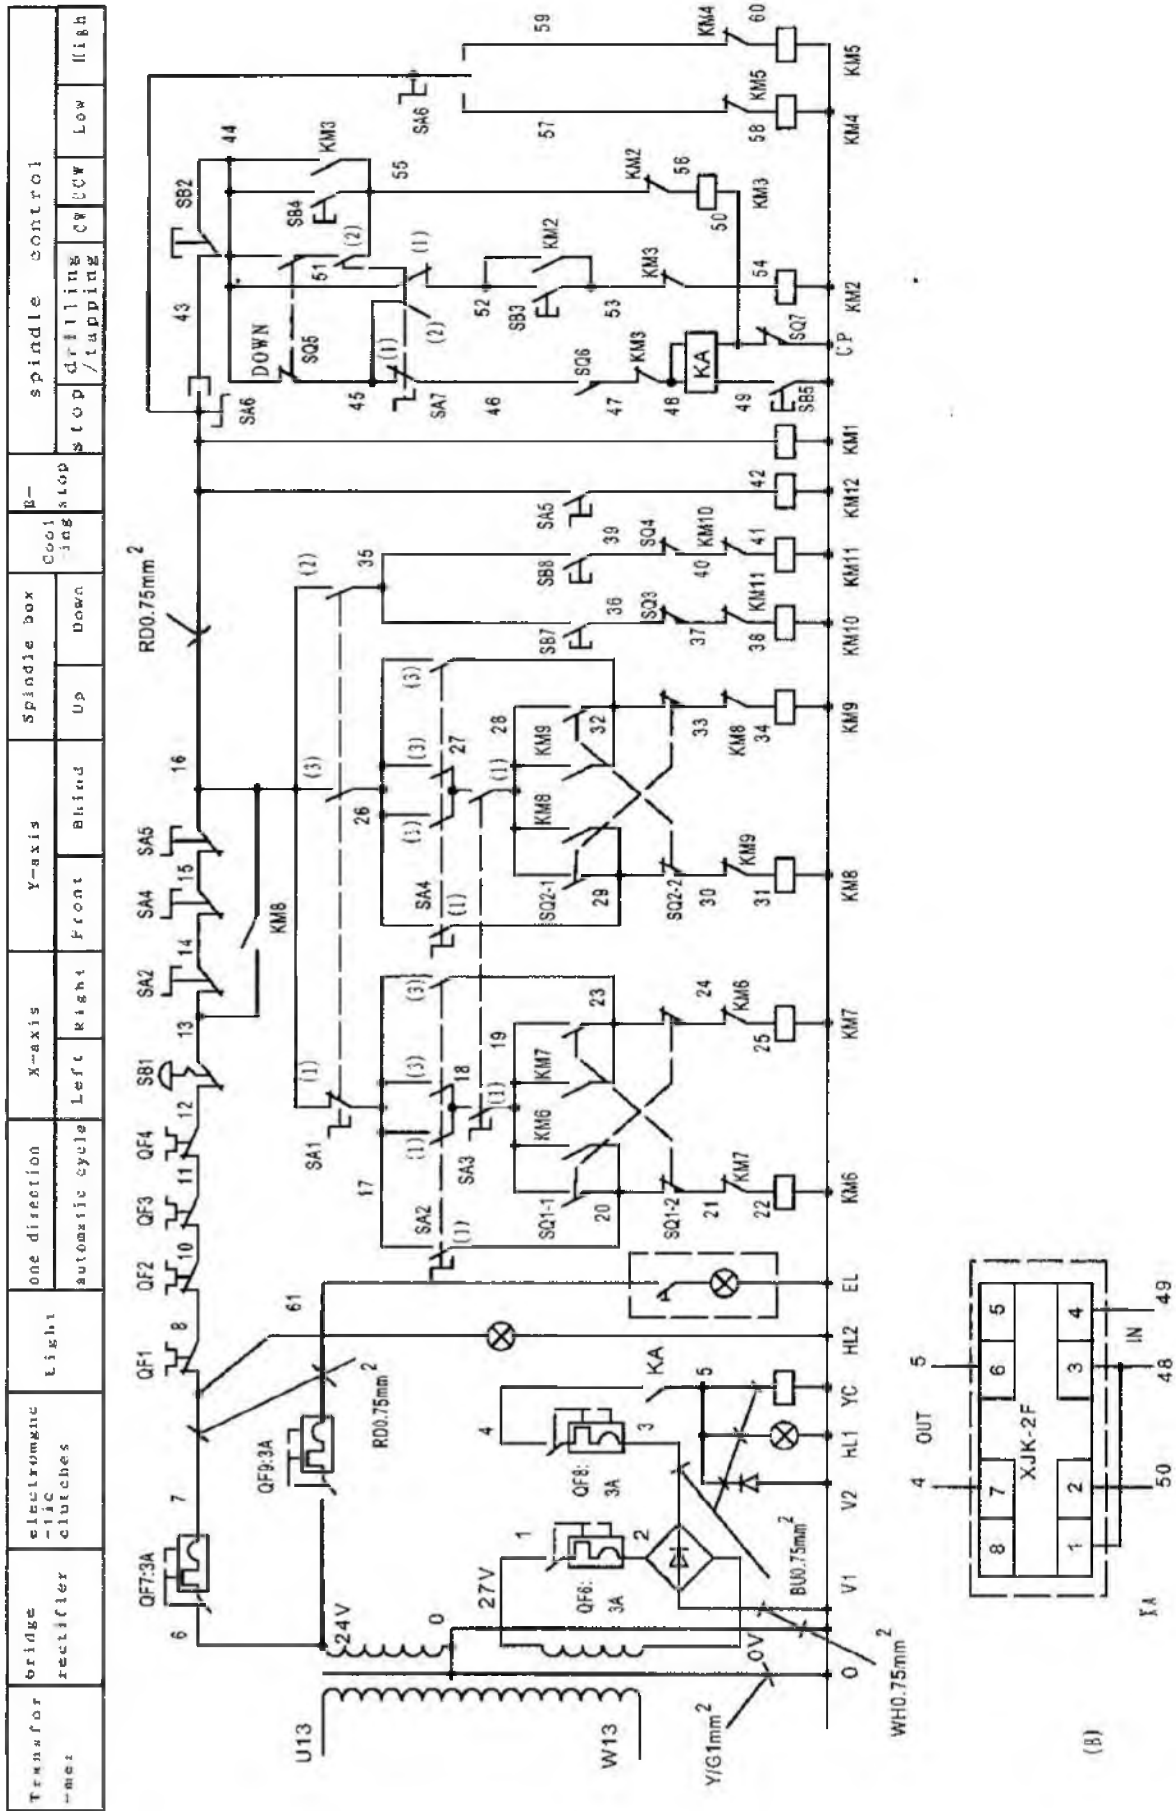

Рис. 8
2) нажмите кнопку SB3 (Рис.8) шпиндель будет вращаться по часовой стрелке
Станок оснащен механизмом продольного и поперечного перемещения рабочего стола. Поверните переключатель SA1 (Рис.8) в необходимое положение: «продольное перемещение стола» или «поперечное перемещение стола». Выберите переключателем SA3 (Рис.8) режим работы автоматической подачи: «одиночная» или «циклическая».
5. Для автоматического перемещения фрезерной головы в вертикальном направлении нажмите кнопку SB7 (вверх) или SB8 (вниз) (Рис.8). Концевые выключатели ограничивают крайние положения перемещения стола и фрезерной головы.
6. При перегрузке шпинделя аварийная защита отключает напряжение. При срабатывании системы аварийной защиты, станок быстро остановится, отожмите кнопку аварийной остановки SB1 (Рис.8) после устранения неисправностей.